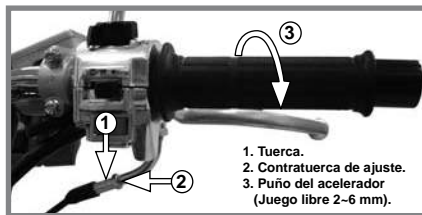

Imagen 7 Ajuste del puño del acelerador.
1. Ubicar la tuerca y la contratuerca de ajuste del acelerador. *Ver imagen 7.*
4. Revisar que el juego libre del acelerador esté dentro de la especificación, además que la rotación sea suave desde la posición de cerrado hasta la posición de abierto. *Ver imagen 7.*